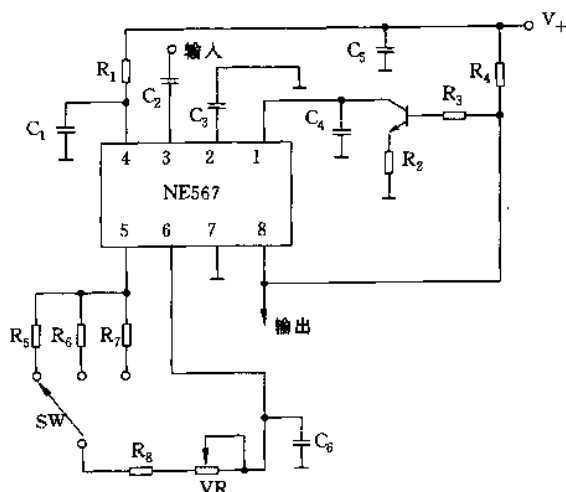

图 2-66
(2) 无绳电话机的一种导频检测电路如图 2-66 所示, R_3 、 R_6 、 R_7 、 R_8 、VR 和 C_6 构成外接 RC 振荡网络,以决定 NE567 的捕捉频率,利用开关 SW 通过选择不同的电阻,可分别检测三种不同频率的导频信号。解调后的音频信号由 3 端输入,当输入的信号落在捕捉频率范围内时,8 端由高电位转为低电位,通过控制电路可驱动环路继电器动作。Q 为开关管,用以减少噪声信号的影响。